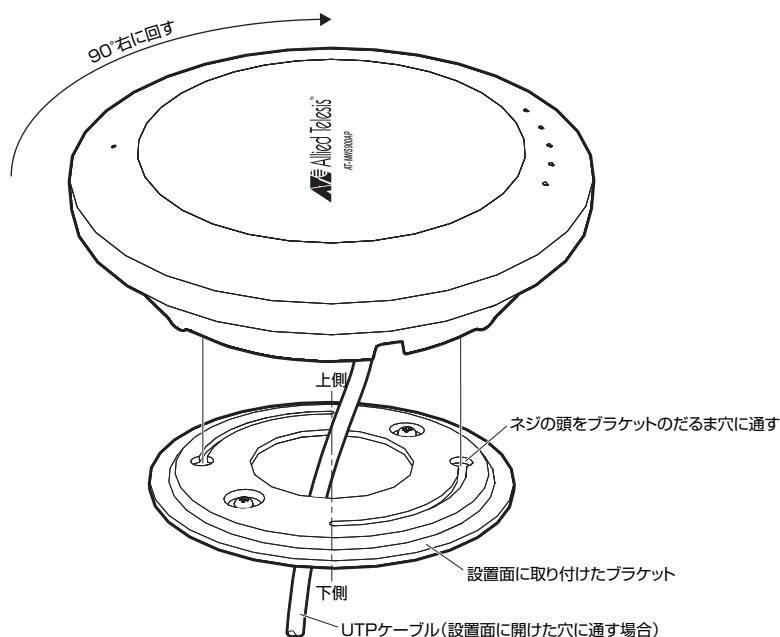

図 2.3.5 本製品背面のようす
- 5 設置面にプラケットを取り付ける下穴を開け、タッピングスクリューでプラケットを取り付けます。設置面内部に UTP ケーブルを通す場合は、ケーブル穴を設置面に開けてください（図 2.3.5 参照、p.29）。